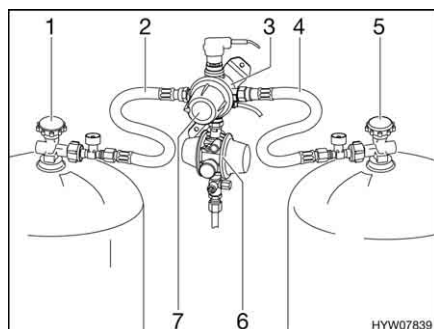
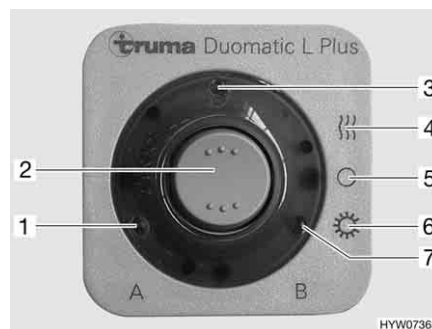

Fig. 73 Impianto di commutazione DuoComfort
Fig. 74 Centralina di controllo
L'impianto di commutazione DuoComfort è costituito da una valvola di commutazione (Fig. 73,3) e da una centralina di controllo (Fig. 74). Il regolatore centrale è montato tra il regolatore di pressione del gas (Fig. 73,6) e i tubi del gas (Fig. 73,2 e 4). Con la manopola (Fig. 73,7) sulla valvola di commutazione è possibile stabilire, quale delle bombole del gas viene utilizzata come bombola in uso e quale bombola del gas viene utilizzata come bombola di riserva.
Sulla centralina di controllo (Fig. 74) possono venire azionate solo le funzioni elettriche. Le valvole principali di arresto delle bombole del gas (Fig. 73,1 e 5) devono essere aperti manualmente.
- Aprire le valvole principali di arresto delle bombole del gas (Fig. 73,1 e 5).
- Con la manopola (Fig. 73,7) sul regolatore (Fig. 73,3) selezionare la bombola del gas, da cui proviene la principale alimentazione del gas (bombola in uso).
- Sulla centralina di controllo (Fig. 74) attivare l'impianto di commutazione DuoComfort.
Posizionare l'interruttore a bilico (Fig. 74,2) su funzionamento invernale "On e riscaldamento" (Fig. 74,4) oppure su funzionamento estivo "On" (Fig. 74,6). La valvola di commutazione è ora disareata. L'indicazione di funzionamento (Fig. 74,3) si accende.
- Portare l'interruttore a bilico (Fig. 74,2) in posizione "O" (Fig. 74,5). L'indicazione di funzionamento (Fig. 74,3) si spegne.
- Chiudere le valvole principali di arresto delle bombole del gas (Fig. 73,1 e 5).
Le spie di controllo sulla centralina di controllo (Fig. 74,1 e 7) segnalano all'interno del veicolo, se le bombole del gas sono pronte al funzionamento.